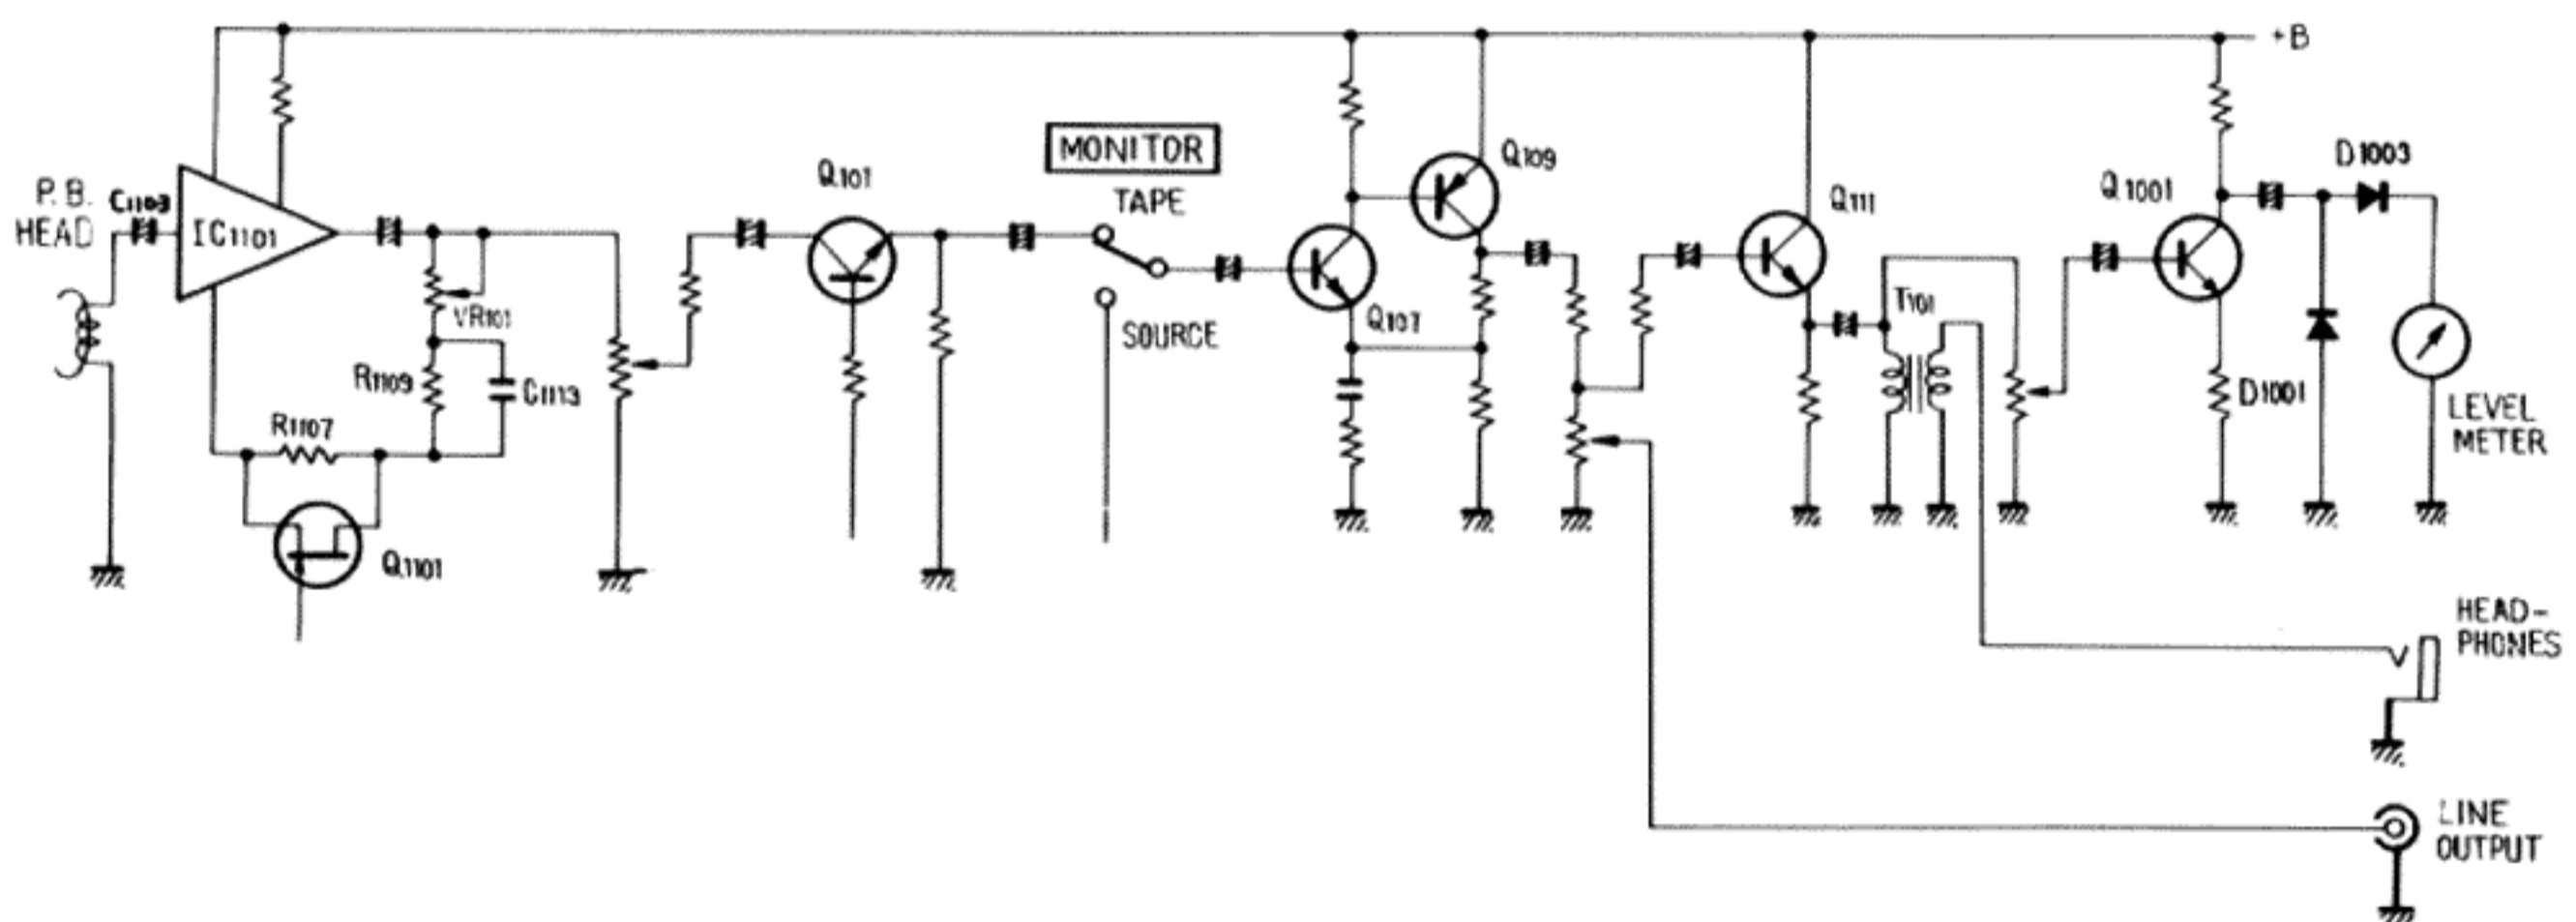

Fig. 6
6.5 PLAYBACK AMPLIFIER (Fig. 6)